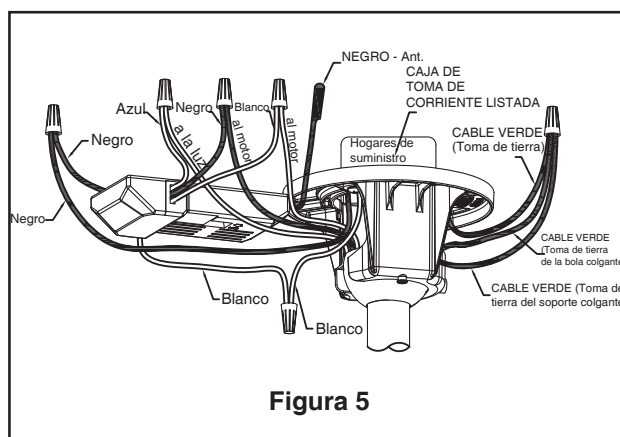

Figura 5
5. Pase los cables a través de la cubierta de unión del motor, la cubierta para el tornillo y el capuchón. (Figura 5)
4. Conecte los cables verdes desde el soporte colgante y la bola colgante en el cable desnudo (toma de tierra) utilizando el conector de cables suministrado. Conecte el cable negro desde la unidad del receptor marcado "AC IN L" al cable negro de suministro de electricidad utilizando el conector de cables suministrado. Conecte el cable blanco desde la unidad del receptor marcado "AC IN N" al cable blanco de suministro de electricidad utilizando el conector de cables suministrado. Conecte el cable blanco desde la unidad del receptor marcado "TO MOTOR N" al cable blanco del ventilador utilizando el conector de cables suministrado con el receptor. Conecte el cable blanco desde la unidad del receptor marcado "TO MOTOR L" al cable blanco del ventilador utilizando el conector de cables suministrado con el receptor. Por último, conecte el cable azul del receptor al cable azul de la luz del ventilador utilizando el conector de cables suministrado. Coloque todos los cables conectados y la antena del receptor para permitir la instalación de la cubierta del techo. (Figura 5)
5. Luego de empalmar los cables y realizar la conexión, sepárelos y dóblelos hacia arriba con el conductor con conexión a tierra y el conductor con conexión a tierra del equipo debe ir en un lado de la caja de distribución eléctrica y el conductor sin conexión a tierra debe ir del otro lado. (Figura 5)
5. Instale el ensamblaje de la placa del portalámpara en la unidad del motor utilizando las dos ranuras principales. Coloque el tercer tornillo y asegure los tres tornillos. (Figura 5)
- 5.** Si se desea que el flujo del aire vaya en la dirección opuesta, apague el ventilador y espere a que se detengan las palas. Deslice la carcasa de la cubierta para visualizar el interruptor del reverso. (Figura 5)